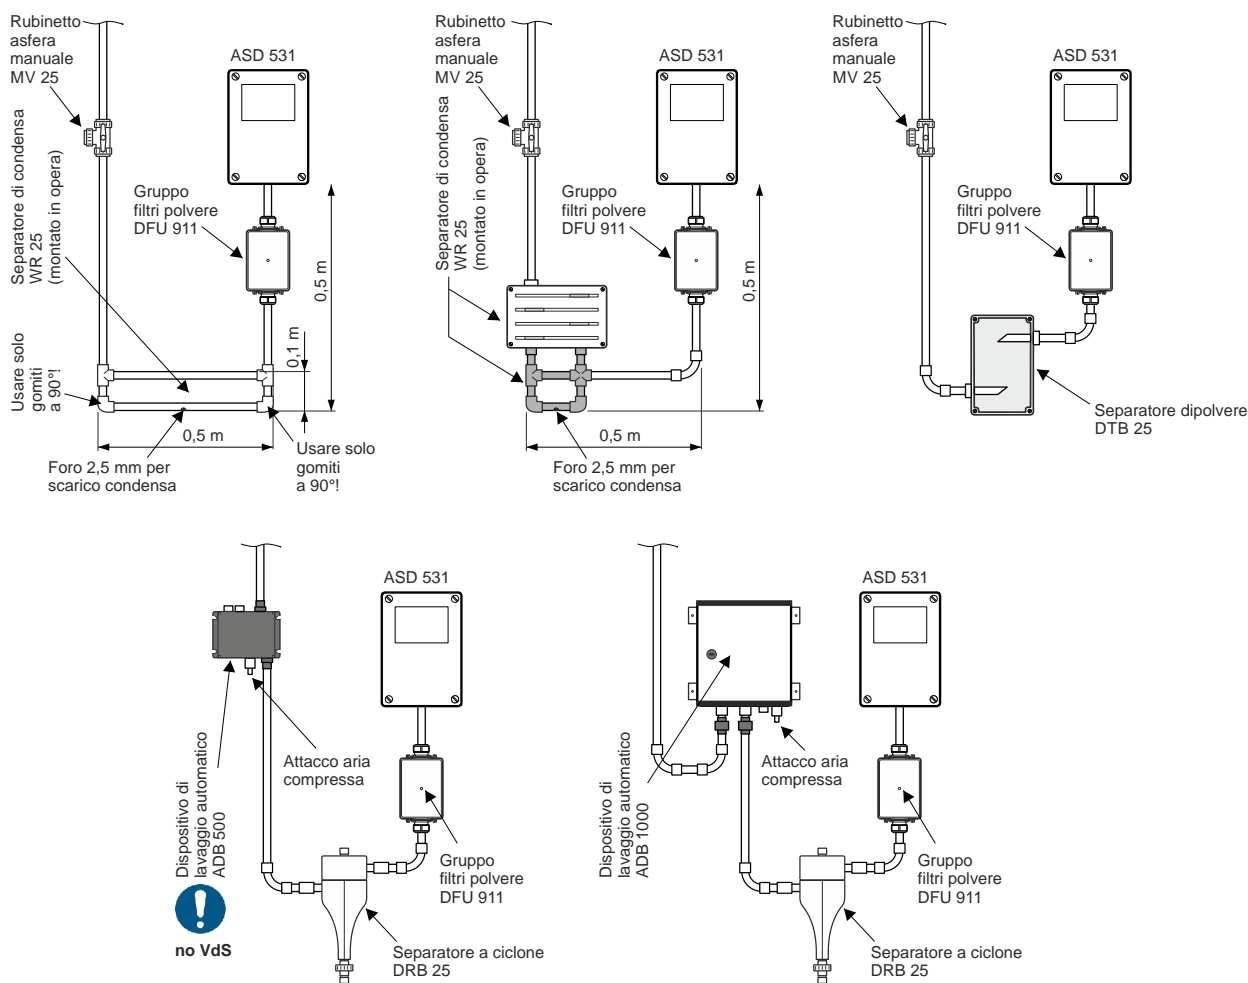

Fig. 44 Montaggio degli accessori
- Le posizioni di montaggio del separatore di condensa, del separatore di polvere e del separatore a ciclone indicate nella Fig. 44 vanno rispettate.